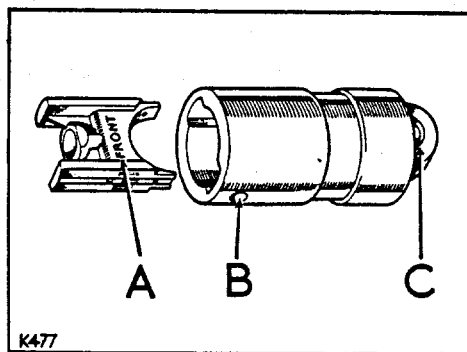

Abb. A1-87. Stößelzusammenbau
2. Stössel und Rollen einsetzen. Diese Beuteile sind gemäss Abb. A1-87 einzubauen.